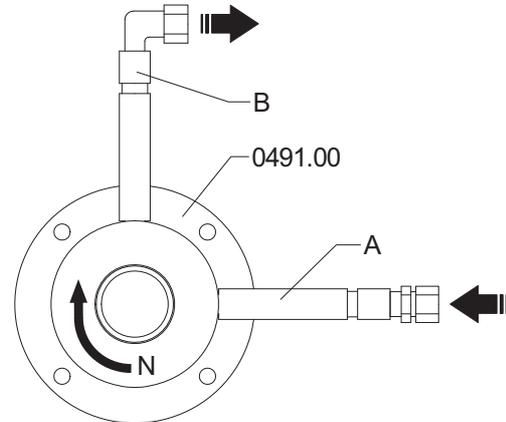

Fig. 10 Collegamento del sistema di flussaggio
Per garantire che il liquido sia in grado di fluire efficacemente la tenuta meccanica, il collegamento deve essere effettuato come mostrato in fig. 10.
1. Collegare il condotto di alimentazione A. Si noti la correlazione tra la disposizione e il senso di rotazione. Vedere fig. 10.